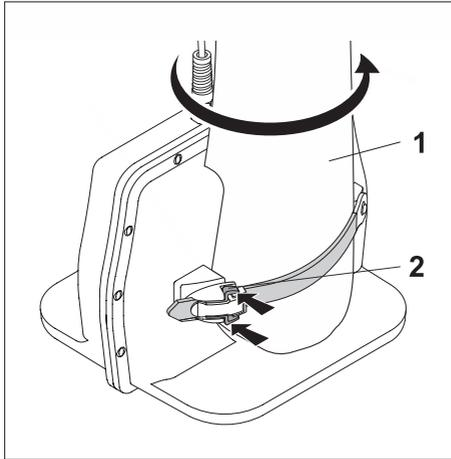

Fig. 38: Antena de esferas marcadoras – Cancelar ligação de recetor e antena
3. Desaperte a cinta de amarração (fig. 38).